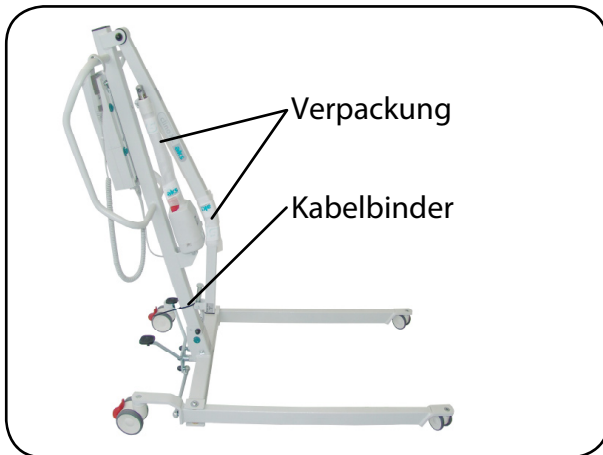

Abb. 6.1.09 - Standmast aufgerichtet
- Entfernen Sie den Kabelbinder, der als Transportsicherung den Hebearm am Standmast fixiert (Abbildung 6.1.09).
14. Entfernen Sie die Verpackung vom Hubantrieb und vom Hebearm (Abbildung 6.1.09).